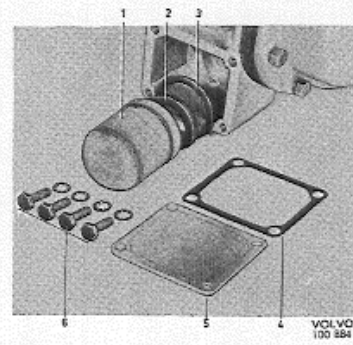

Abb. 40 Teile des Overdrive, früh. Ausf.
1. Deckel (5, Abb. 40) über dem Ölsieb abschrauben. Ölsieb (1) und Magnetsatz (2) herausnehmen, siehe Abb. 40. Ölsieb in Waschpetroleum reinigen und mit Preßluft aufdrehen.
2. Dichtung (3) auf einwandfreien Zustand prüfen. Beim Auflegen der Dichtung soll die mit Blech geschuhte Seite am Gehäuse anliegen.
4. Ölsieb (1), Magnetsatz (2), neue Dichtung (4) und Deckel (5) in genannter Reihenfolge einbauen. Öl auffüllen, siehe Seite 22.